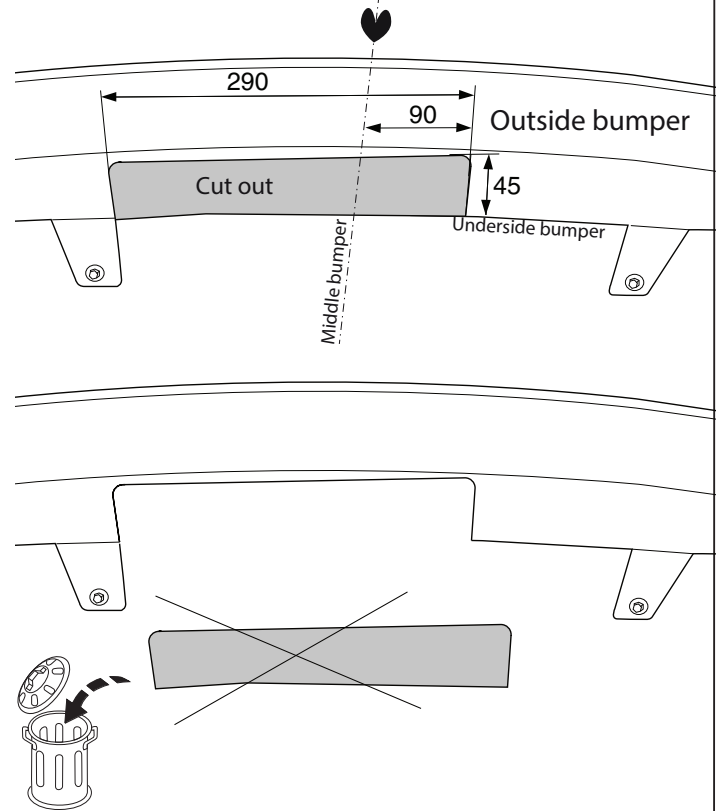

Fig.5
10. Отпилить обозначенную часть, как указано на рис. 5.